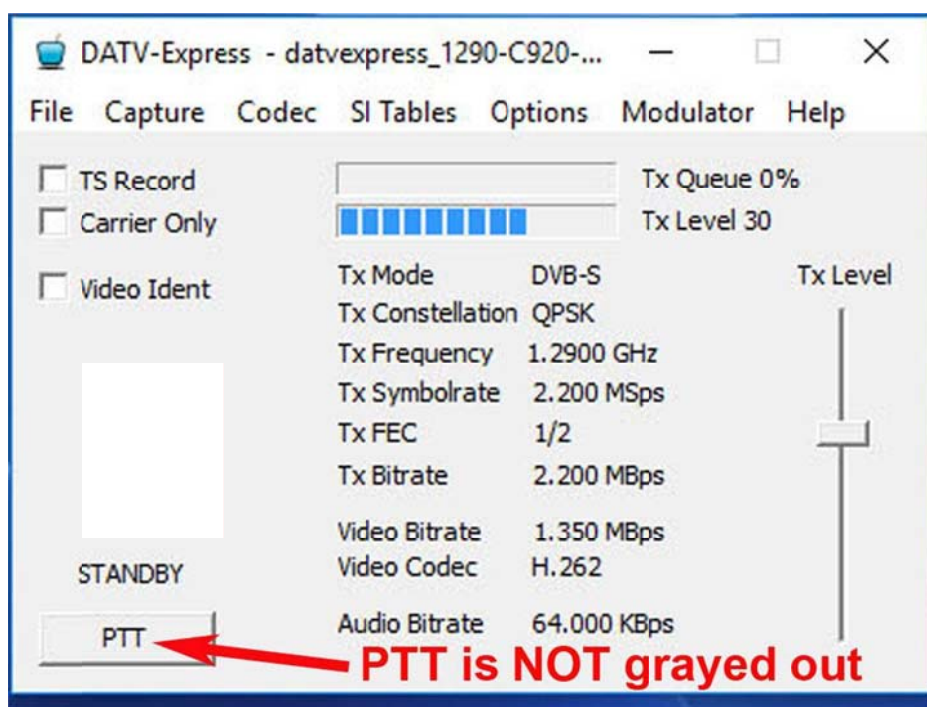

Figure 23 - Le « NORMAL » écran principal confirme que Logiciel ne fonctionne plus en mode DEMO
- Sélectionnez l'onglet CAPTURE sur l'écran principal qui est représenté sur la figure 23
- Sélectionnez l'onglet CAPTURE sur l'écran principal qui apparaît en arrière Figure 23